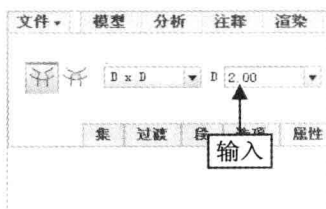

图 17-30 设置参数 2
Step 08 在“功能区”选项板的“模型”选项卡中，单击“工程”面板中的“边倒角”按钮，弹出“边倒角”选项卡，在“输入值”数值框中输入2，如图 17-30 所示。